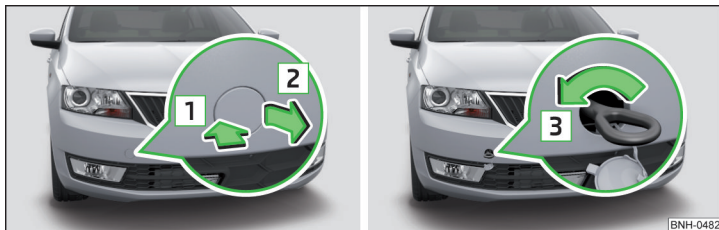

Abb. 159 Ausbau der Abdeckkappe / Einbau der Abschleppöse
- Auf die Abdeckkappe in Pfeilrichtung [1] » Abb. 159 drücken.
- Die Abschleppöse von Hand in Pfeilrichtung [3] » Abb. 159 bis zum Anschlag einschrauben » [!]